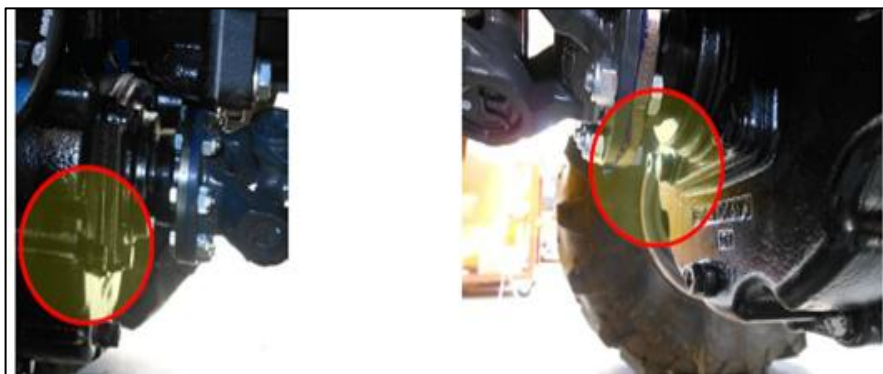

Рис. 5-9
5.3.11.2 Снимите щуп и крышку заливного отверстия (рисунок 5-9), проверьте, вытекает ли масло из отверстия.